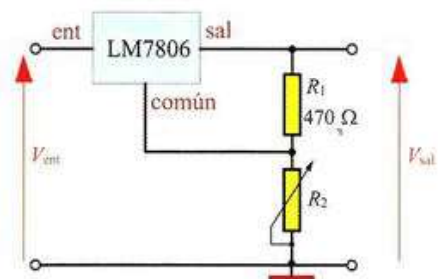

Figura 13.37.
- 13.9. En el regulador de tensión integrado de la Figura 13.37 la corriente de reposo I_O es de 6 mA. ¿De qué valor tendrá que ser el potenciómetro R_2 para conseguir ajustar la tensión a un valor máximo de 16 V? ¿Qué tensión se conseguiría con un potenciómetro de 1 k Ω ? ¿Qué potencia tendrá que disipar el regulador para una carga de 100 mA, si en la entrada se le aplica una tensión rectificadora de 30 V y en la salida se obtienen los 16 V?